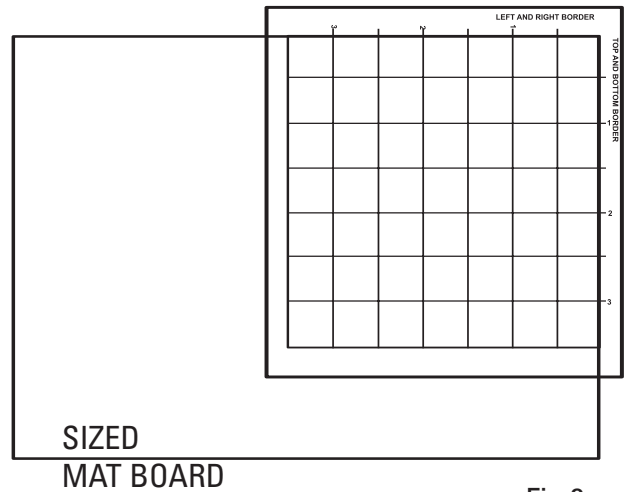

Fig.8
**Étape 2** – Glissez le triangle B dans l'angle supérieur droit de l'image et serrez la molette. Placez les deux triangles de manière à ce que les angles soient situés à l'endroit précis où le passe-partout doit commencer. Tout ce qui est à l'intérieur des deux triangles sera exposé. (Fig. 8)
**Schritt 2** - Schieben Sie Dreieck B in die obere rechte Ecke des Bildes und ziehen Sie den Knopf fest. Legen Sie beide Dreiecke so, dass die Ecken dort aufliegen, wo das Passepartout beginnen soll. Die gesamte Fläche innerhalb der beiden Dreiecke wird sichtbar sein. (Abb. 8)
**Procedura 2** - far scorrere il triangolo B nell'angolo superiore destro della fotografia e serrare la manopola. Posizionare i due triangoli in modo che gli angoli appoggino nel punto in cui si desidera inizi il bordo del cartoncino. La parte interna ai due triangoli risulterà esposta (Fig. 8).
**Paso 2:** deslice el Triángulo B hacia la esquina superior derecha de la imagen y ajuste el botón. Coloque ambos triángulos de manera que las esquinas se apoyen en el lugar en que le gustaría que comience el panel. Todo lo que esté dentro de los dos triángulos quedará al descubierto. (Fig. 8)